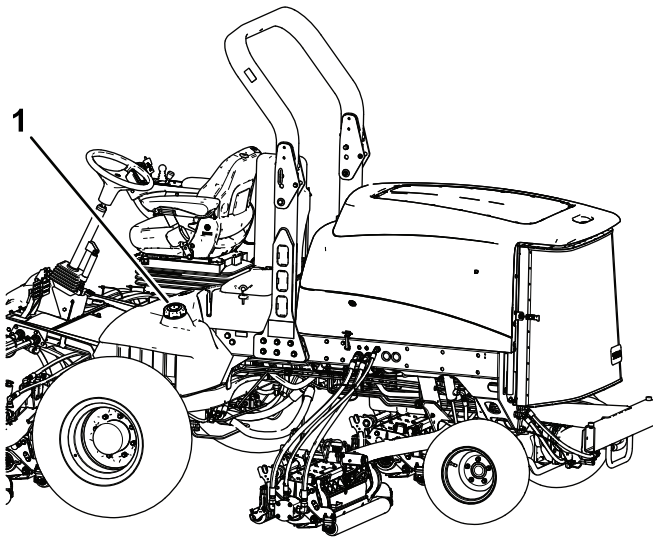

Bild 33
3. Nehmen Sie den Deckel vom Kraftstofftank ab (Bild 33).